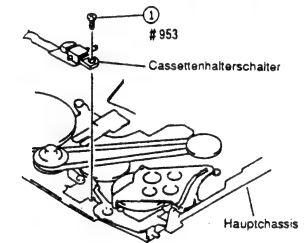

Abb. 2-73
• Hauptchassishalterung (1), (2), (3)	3-4-1
• Vorratsteller-Führungsrolle (2), Vorratsteller-Bandführung, Lademotor	3-6-4
• Lade Zahnrad (2), (3), Bandlaufwerk-Statusschalter	3-6-5
- 1) Eine (1) Befestigungsschraube des Cassettenträgerhalters entfernen (siehe Abb. 2-73).